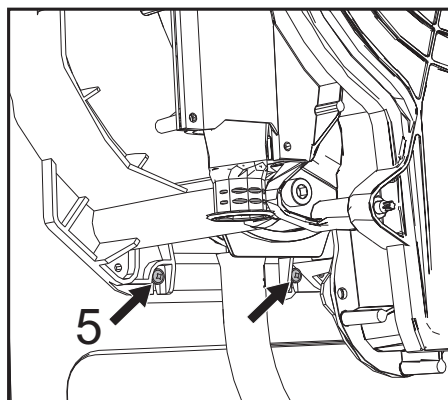

fig. 64
- Allentare le 2 viti **inferiori "5"** di fissaggio scambiatore al telaio (fig. 64)